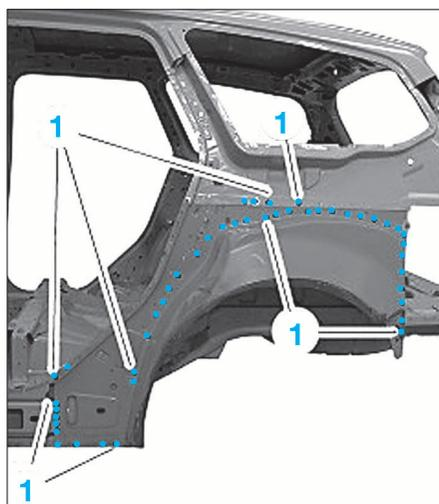

FIG. 88
- Fraiser les points de soudure (1) du passage de roue (Fig.88).